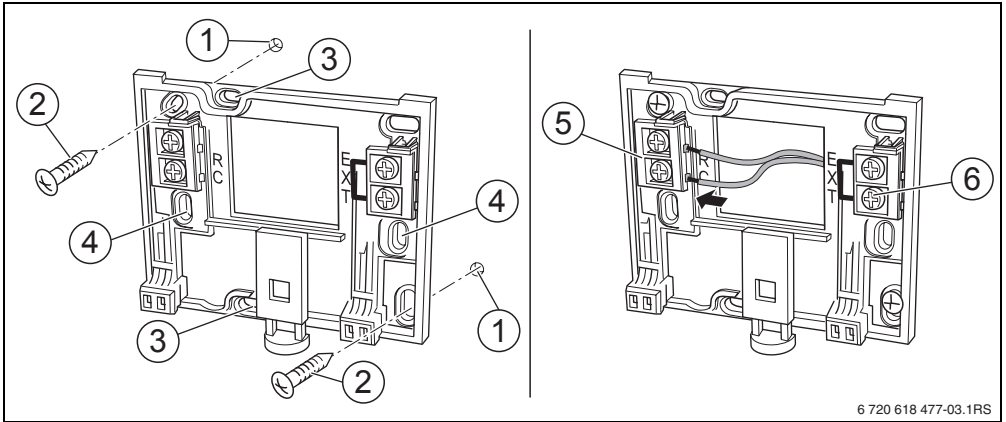

Fig. 3 Montaje del soporte de pared (izquierda) y conexión eléctrica (derecha)
- ▶ Monte el soporte mural (→ fig. 3, izquierda).